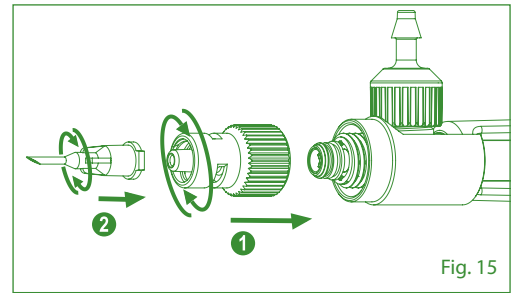

Fig. 15
3. Screw Luer Lock nozzle, attach needle (Fig. 15)
3. Vissez l'embout Luer Lock et fixez l'aiguille (Fig. 15).